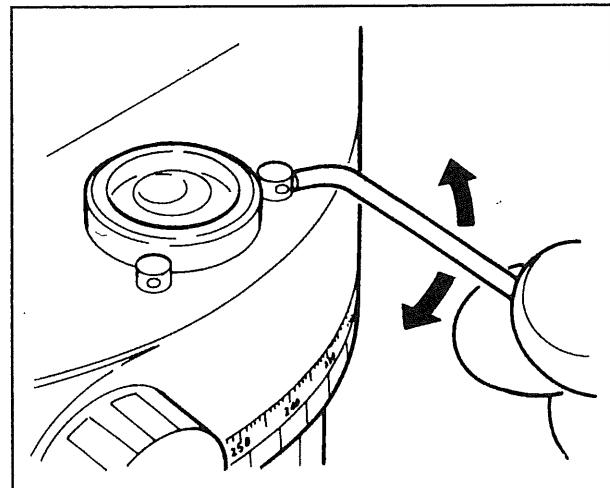

図 8
- 2 次に、付属の調整ピンを用いて、2本の円形気泡管調整ねじを回し、気泡が中央に来るよう調整します。(図 8)